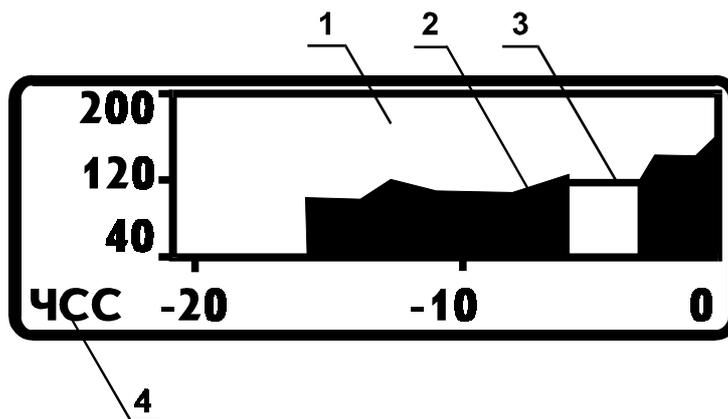

Рисунок 5 - Режим отображения тренда
10.13.1. В режиме отображения тренда на дисплее отображается следующая информация (рис. 5):